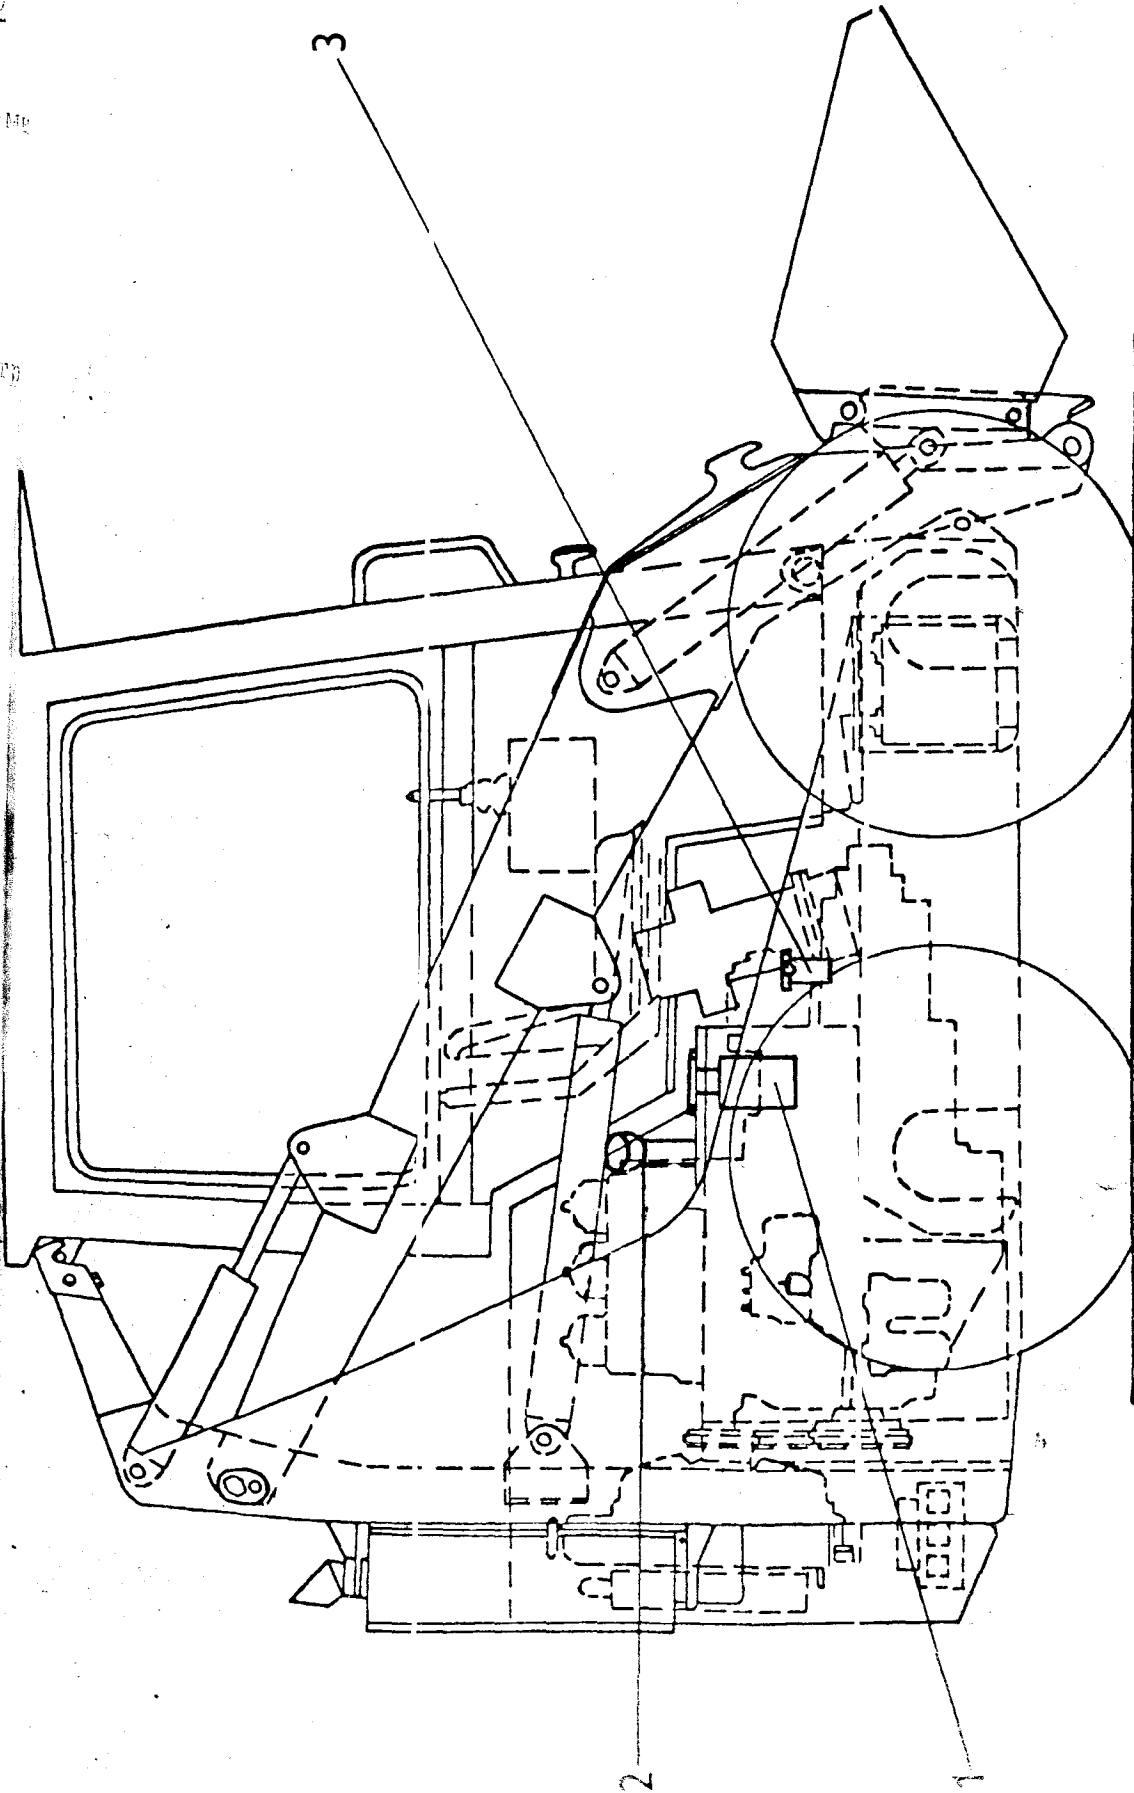

рис. 20. Техническое обслуживание через 600 рабочих часов.
Техническое обслуживание через 500 рабочих часов - рис. 20
- рис. 20